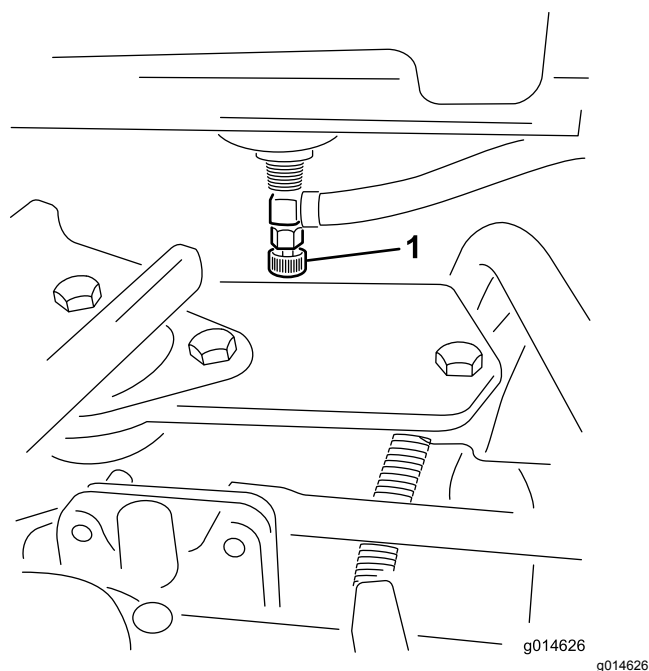

Figura 31
1. Cierre la válvula de cierre del combustible (Figura 31), situada debajo del depósito de combustible.